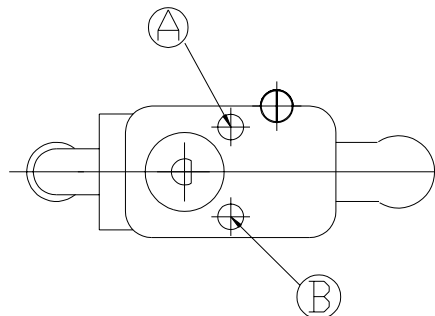

Figura 9: Grifo termostático
- b) Soltar los tornillos A y B (Figura 9) . Extraer el cono del grifo y limpiar la grasa.